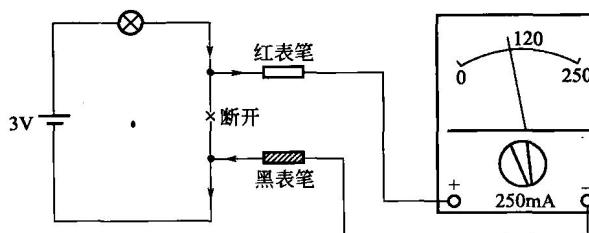

图 1-11 测量流过一只灯泡电流示意图
③ 正确读数 仔细观察表盘，直流电流挡刻度线是第二条刻度线，如选 500mA 挡时，可读第二条刻度线下第二行数字指针指示数，读数后乘 10 即可。注意读数时，视线应正对指针。
④ 应用举例 下面以测量流过一只灯泡的电流大小来说明直流电流的测量方法，测量过程如图 1-11 所示。